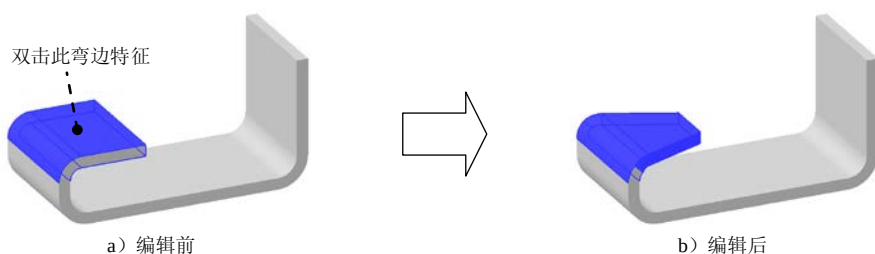
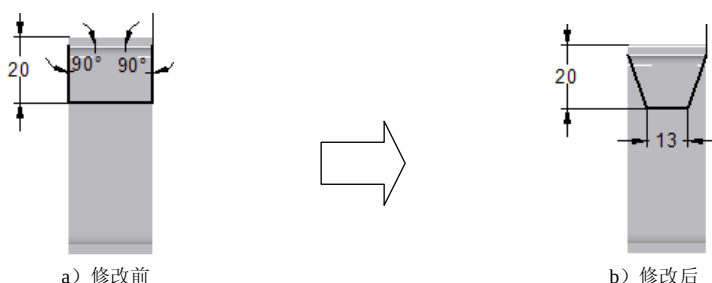

图 3.2.17 编辑弯边钣金壁的轮廓
图 3.2.18 弯边截面草图
下面以图 3.2.17 为例，说明编辑弯边钣金壁轮廓的一般步骤：
Step2. 右击图 3.2.17 所示的弯边特征，在系统弹出的快捷菜单中选择  编辑轮廓 选项，进入草图环境编辑草图轮廓，如图 3.2.18 所示；单击“主页”操控板中的“关闭草图”按钮 ，退出草图绘制环境。